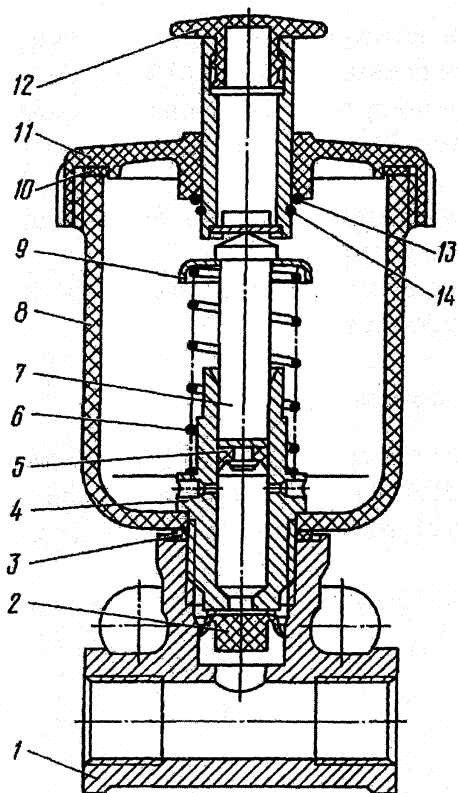
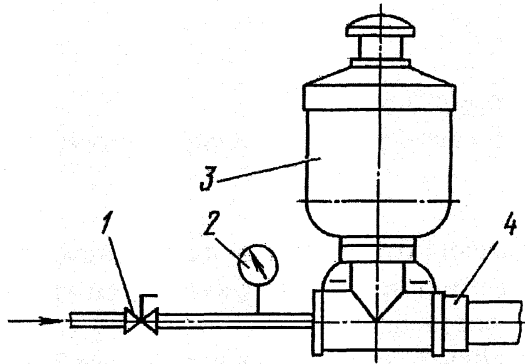

Рис. 79. Противозамерзатель:
Рис. 80. Схема испытания противозамерзателя:
1. Отвернуть крышку 11 (рис.79) и снять ее в сборе с толкателем.
Проверить работу противозамерзателя на стенде, подсоединив его так, как показано на рис.80. При этом кран 1 должен быть закрыт, подвижный запор 4 отведен.
Установить пружину 6 (см. рис.79), шайбу 9, шток 7 и крышку 11 в сборе с толкателем. Нажатием на кнопку 12, переместить толкатель 4 - 5 раз. Закрывать кран 1 (см. рис.80), отвести подвижный запор 4, при этом в канале корпуса должно быть наличие жидкости.
После испытаний снять крышку 11 (см. рис.79) в сборе с толкателем и шток 7, слить жидкость, удалить с деталей следы жидкости и эмульсии, установить снятые детали.